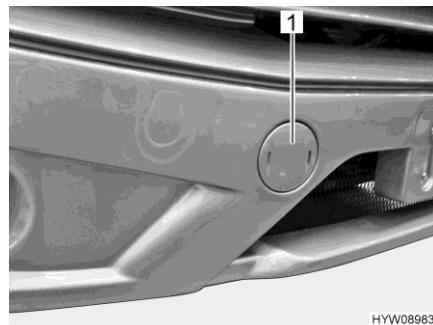

Fig. 43 Cubierta (alojamiento de la argolla de remolque)
- Retirar la tapa (Fig. 43,1) usando un destornillador como palanca.